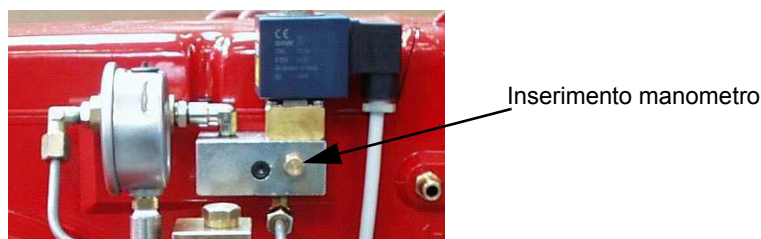

Fig. 14 - Blocchetto distributore gasolio (PG60)
- 9 La pressione di alimentazione ugello è già pre-tarata in fabbrica e non deve essere cambiata. Solo se necessario, regolare la pressione di alimentazione (vedi relativo paragrafo) nel modo seguente: inserire un manometro nella posizione indicata in Fig. 14-Fig.